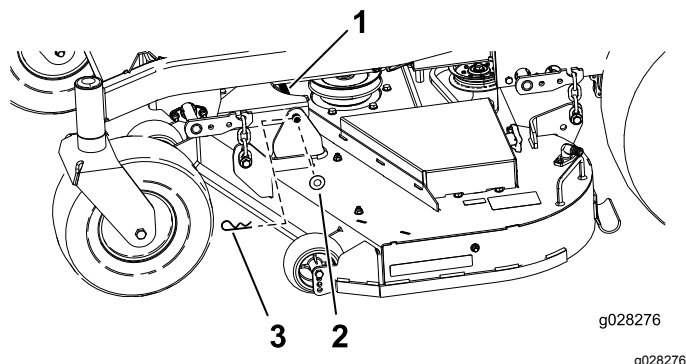

Figura 73
6. Remova o perno de ganho e anilha que prendem o pino de articulação à estrutura e plataforma e remova a barra de ligação (Figura 73).
9. Prenda o pino de articulação com os contrapinos e anilhas removidos previamente (Figura 73).